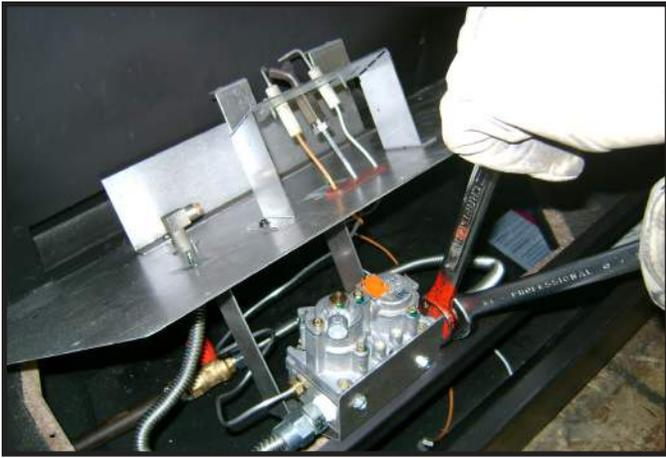

Figure 11.4. Déconnectez la vanne à gaz
3. Placez le support de vanne sur le rebord avant du fond de la boîte à feu. Fermez la vanne à tournant sphérique. Déconnectez la vanne à gaz de l'assemblage de vanne à tournant sphérique au raccord pression. Voir la Figure 11.4.